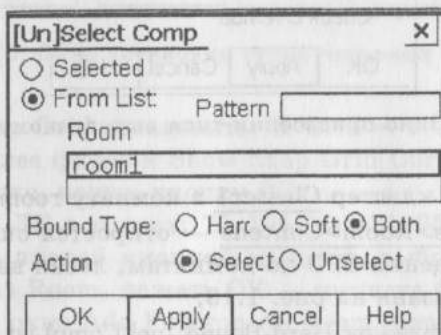

Рис. 1.14. Окно указания свойств, выбираемых внутри комнаты room1 элементов
- после Select>Components>By Room — откроется одноименное окно (рис. 1.14);